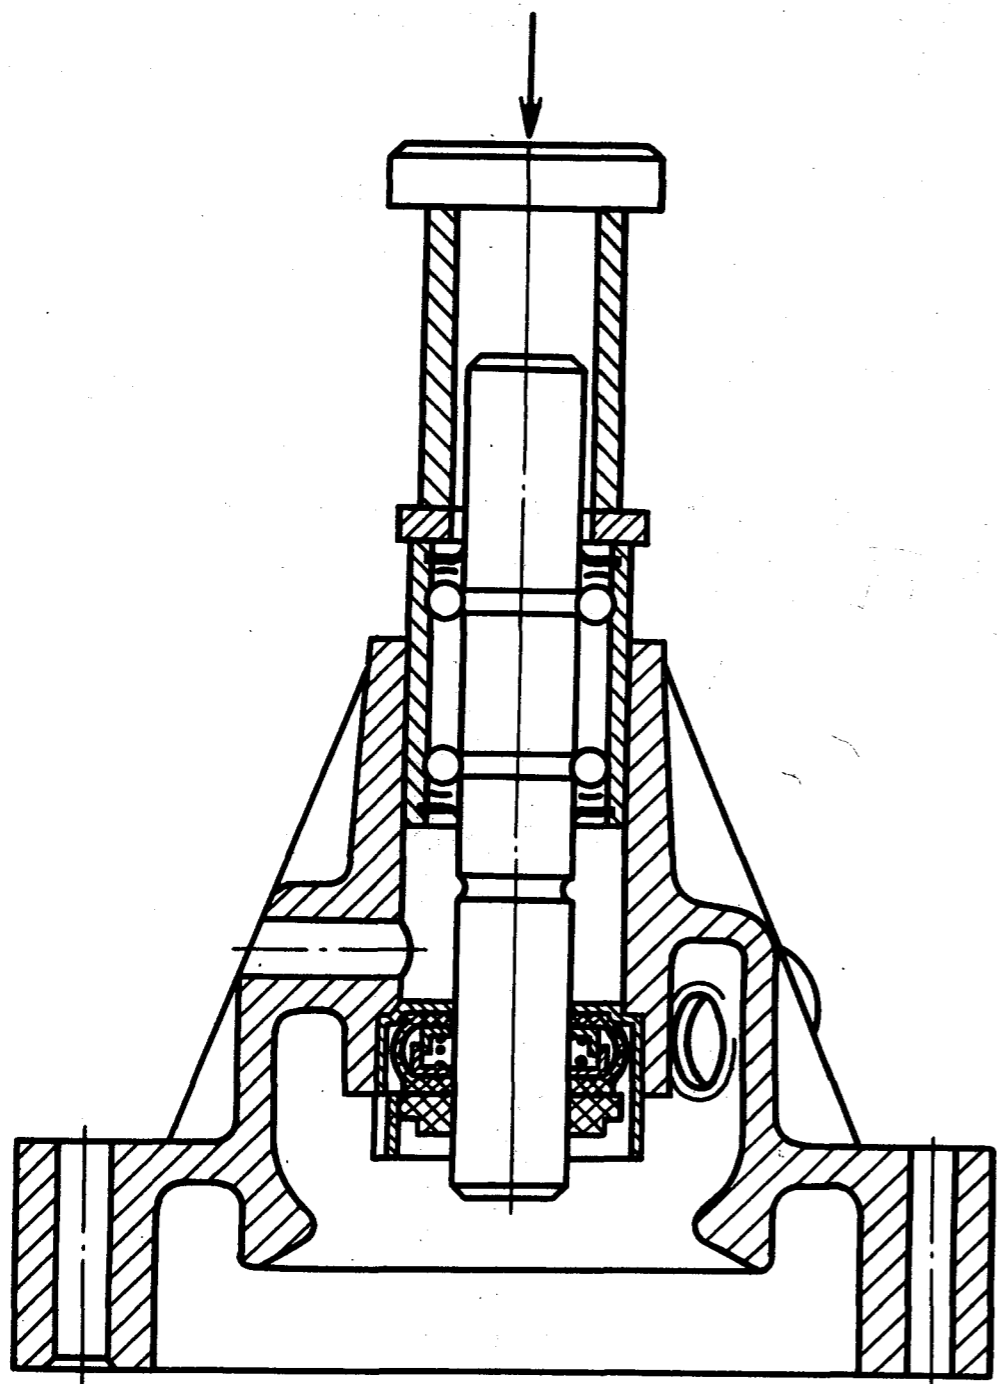

Рис. 75. Запрессовка подшипника с валком водяного насоса в корпусе
- запрессовать подшипник с валом в сборе в корпус так, чтобы гнездо под фиксатор совпадало с отверстием в корпусе насоса (рис. 75);